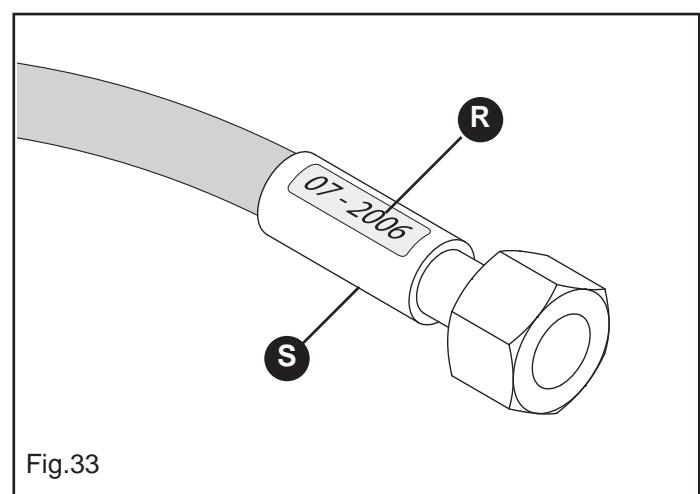

Fig.33
- La durata di utilizzo dei tubi oleodinamici non deve superare i 5 anni, anche se non utilizzati (invecchiamento naturale). In Fig.33 (R) è riportato un esempio sull'anno di produzione dei tubi oleodinamici.
- perdite in prossimità dell'armatura del tubo (S, Fig.33);
- corrosione dell'armatura (S, Fig.33);
- superati i 5 anni dalla produzione (R, Fig.33).